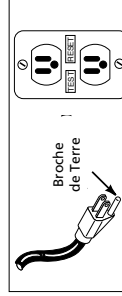

Figure 1
- 11. Cet équipement est seulement pour l'usage sur 120 volts (monophasé) et est équipé avec un cordon approuvé de 3 conducteurs et une fiche de terre à 3 broches indiquées sur le Figure 1.